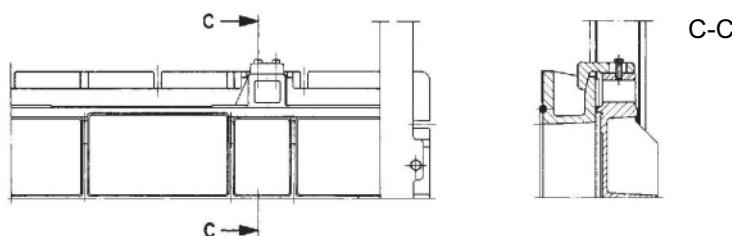

рис.25
- регулируемое клиновое устройство верхнего прижима (рис.25)